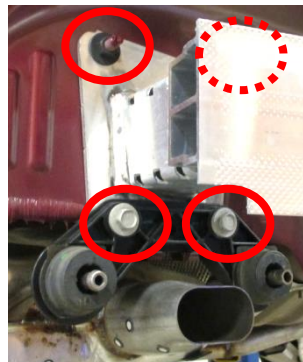

Figura 3
- Eliminación del travesaño del parachoques:** Usar un cubo de 33 mm para quitar (2) tuercas mariposa y (2) pernos del travesaño del parachoques en cada lado, ver la **Figura 3**. Retirar con cuidado el travesaño del parachoques y el colgante de varilla del escape. Usar un soporte para evitar que el silenciador sufra daños.